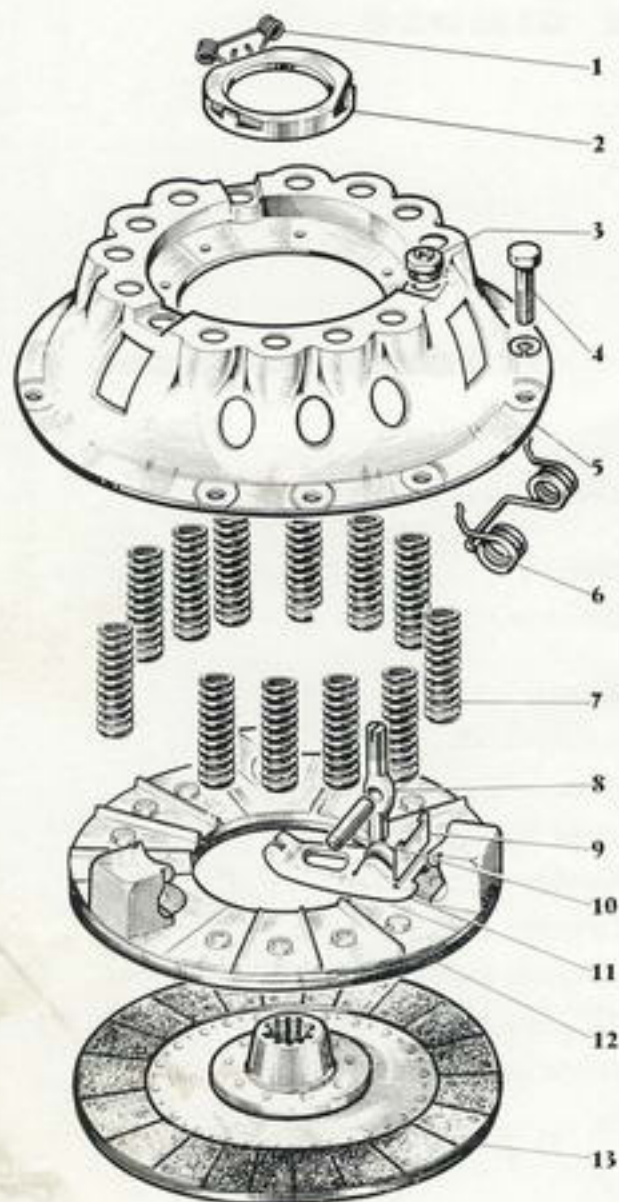

Fig. 13
- Démontez les six vis TH (4, fig. 13) retenant le mécanisme sur le volant en procédant progressivement et en croix.
- Démontez les écrous de réglage (3, fig. 13).
- Dégrafer les ressorts de rappel des leviers de l'embrayage (6, fig. 13).
- Dégrafer les ressorts de retenue de la bague de débrayage (1, fig. 13) et dégager la bague (2, fig. 13).
- Lever les leviers (11, fig. 13) pour dégager les butées de leviers (9, fig. 13) et les boulons à œil (8, fig. 13), extraire les axes de leviers (voir fig. 16).
- Placer le plateau d'embrayage (12, fig. 13) en appui sur les pastilles MSI posées sur le presseur MAMU.